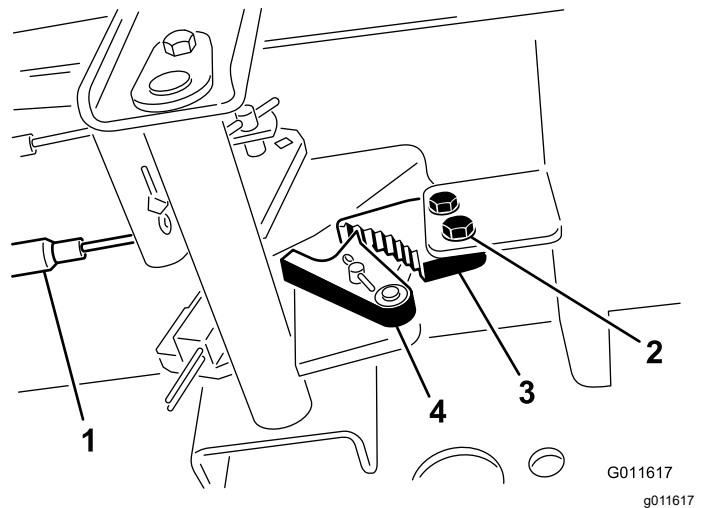

Figure 97
1. Desserrez les 2 vis qui fixent le cliquet du frein de stationnement au cadre (Figure 97).
2. Appuyez sur l'avant de la pédale du frein de stationnement jusqu'à ce que le verrou s'engage complètement sur le cliquet du frein (Figure 97).